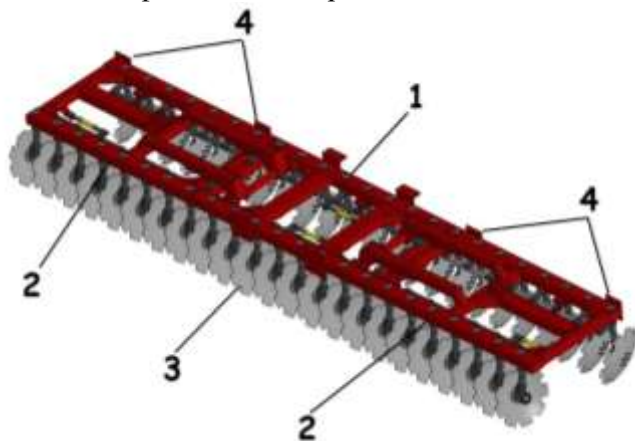

Рисунок 5 – Подрамник с крыльями
3.5 Подрамник 1 предназначен для установки режущих узлов, на нем также установлены корпуса для крепления крыльев 2 (рисунок 5). На несущих балках подрамника и крыльев, во втулках, консольно, с возможностью поворота, устанавливаются рабочие органы 3. На подрамнике и крыльях приварены проушины для подъемно-транспортных работ при сборке-разборке бороны.